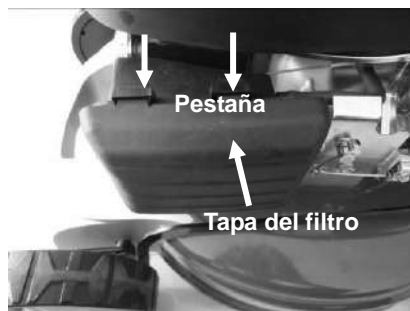

Fig.19A
2. Quite la tapa del filtro (Fig.19A).